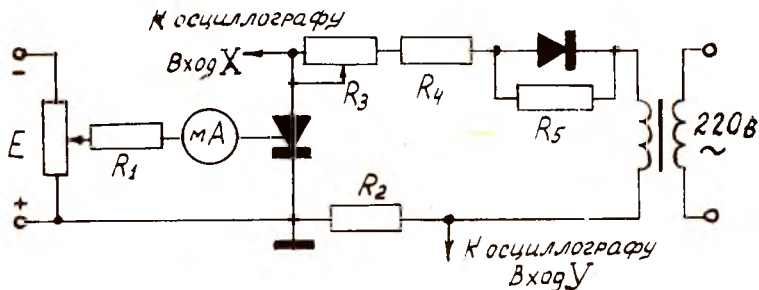

Рис.28
Схема на рис.28 позволяет осуществить осциллографирование характеристик транзистора. Изменяя величину тока управления можно наблюдать на экране осциллографа изменения вольтамперных характеристик транзистора. С помощью схемы рис.28 также можно изучить влияние температуры окружающей среды на работу транзистора. Для этого транзистор нужно поместить в термостат.
5. Собрать схему для осциллографирования характеристик транзистора (рис.28).